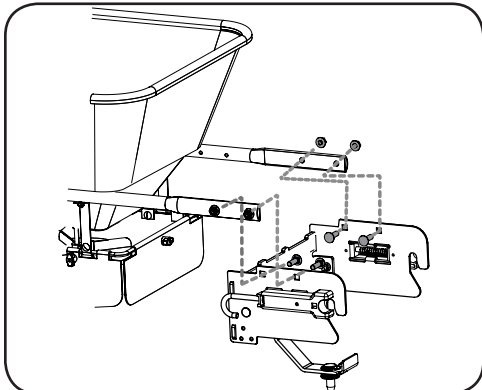

Figura 2-10
- Use dos pernos de carro de 3/8-16 x 1,25 y dos tuercas de seguridad de 3/8-16 del paquete de elementos de ferretería 689-00510 en cada lado para sujetar los extremos marcados de los tubos del chasis simple a la parte superior de la ménsula de enganche de conexión rápida. Consulte la Figura 2-10.